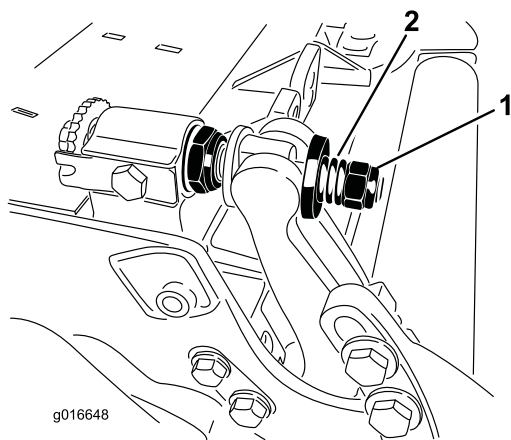

Figura 33
5. Serrate il dado di tensione della molla finché la molla non si schiaccia, quindi allentate di 1/2 giro (Figura 33).
11. Serrate il dado su ciascun gruppo di regolazione della barra di appoggio fino a comprimere completamente la molla di compressione, quindi allentate il dado di 1/2 giro (Figura 33).